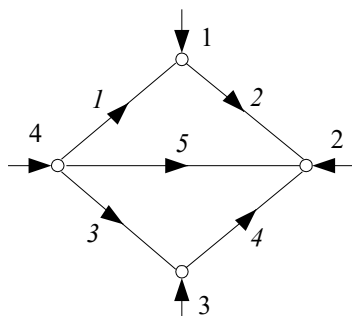

Рис. 3.10. Пример графа электрической сети
**Пример 1.** Рассчитаем напряжения в узлах и токи в ветвях схемы электрической сети, граф которой изображен на рис. 3.10. Исходные данные для расчета и расчет представлены в системе Mathcad.
**Пример 2.** Рассчитаем напряжения в узлах и потоки мощности в ветвях схемы сети, граф которой изображен на рис. 3.10. Исходные данные для расчета и расчет представлены в системе Mathcad.